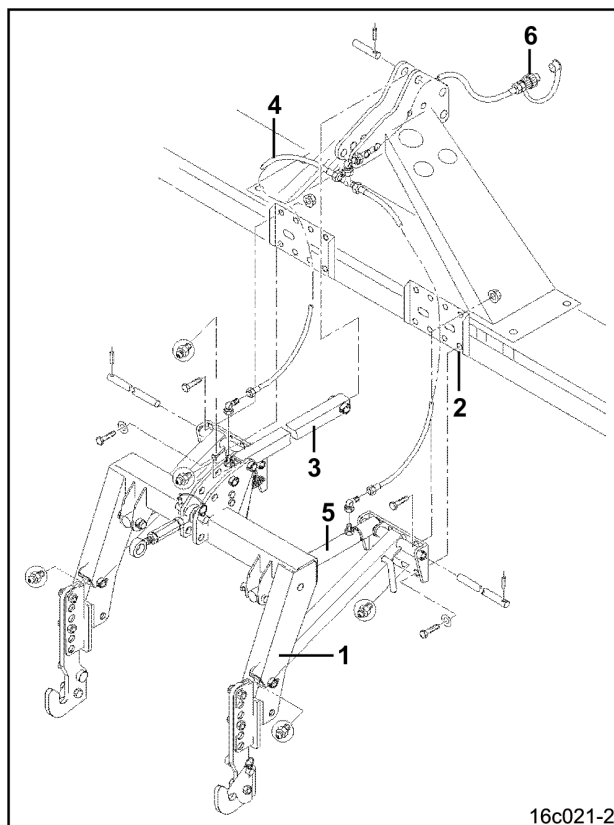

Fig. 98
- Hubrahmen (Fig. 98/1) in einen Kran einhängen
- Hubrahmen an den Platten (Fig. 98/2) der Bodenbearbeitungsmaschine mit jeweils 5 Skt.-Schrauben anschrauben
- Den Oberlenker (Fig. 98/3) am oberen Dreipunkt der Bodenbearbeitungsmaschine mit einem Bolzen befestigen und mit einem Spannstift sichern
- Den vormontierten Hydraulikschlauch (Fig. 98/4) an beiden Hydraulikzylindern (Fig. 98/5) anschließen und an der Bodenbearbeitungsmaschine mit Kabelbindern befestigen
- Kupplungsstecker (Fig. 98/6) am Schlepper an ein einfach wirkendes Steuerventil anschließen (s. auch Hinweis in Kap. 10). Hubrahmen von der Schlepperkabine aus mit Druck beaufschlagen und die Hydraulikanlage auf Leckstellen überprüfen. Leckstellen gegebenenfalls beseitigen.